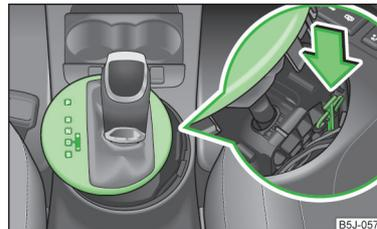

Fig. 112
- Presione con un dedo la pieza de plástico amarilla en la dirección de la flecha » fig. 112.